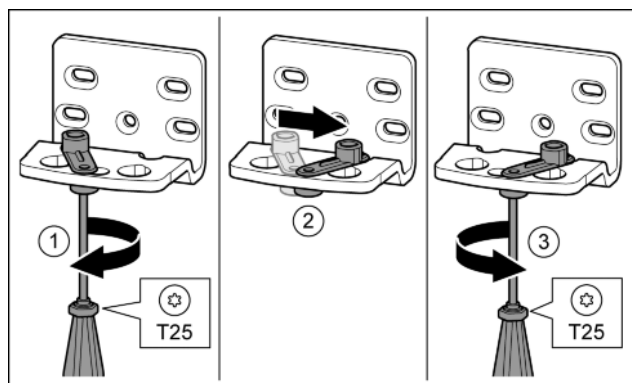

Fig. 16*
- Visser la vis sans serrer avec un tournevis T25.* Fig. 16 (1)
- Soulever le ressort de fermeture et le tourner de 90° à droite dans l'alésage.* Fig. 16 (2)
- Serrer la vis avec un tournevis T25.* Fig. 16 (3)